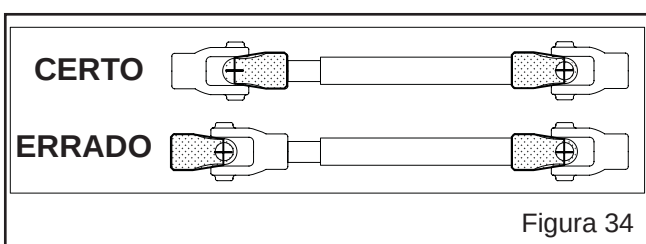

Figura 34
f) Volte a acoplar o cardan no trator e implemento, lembrando que a parte fêmea (tubular) deve ser acoplada no trator e a parte macho (maciça) no implemento. Importante: os garfos internos e externos devem ficar alinhados no mesmo plano, caso contrário o cardan estará sujeito a vibrações, provocando o desgaste prematuro das cruzetas. (Figura 34).